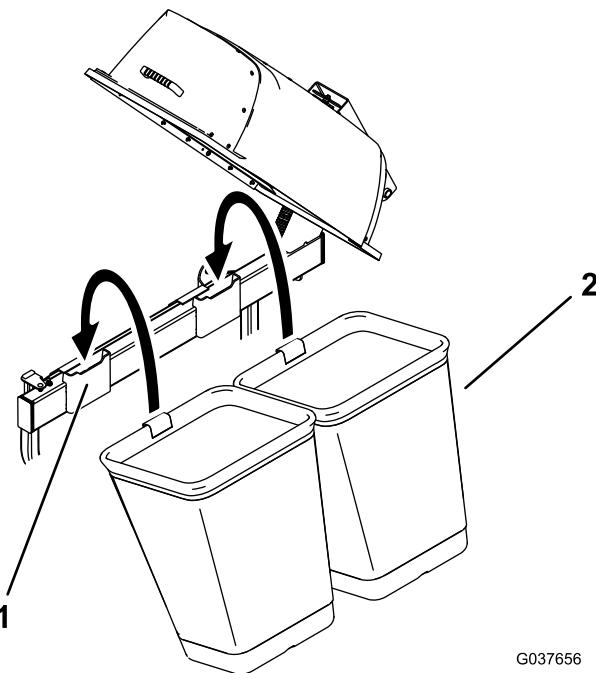

Figure 18
- Montez les bacs sur leurs supports (Figure 18).